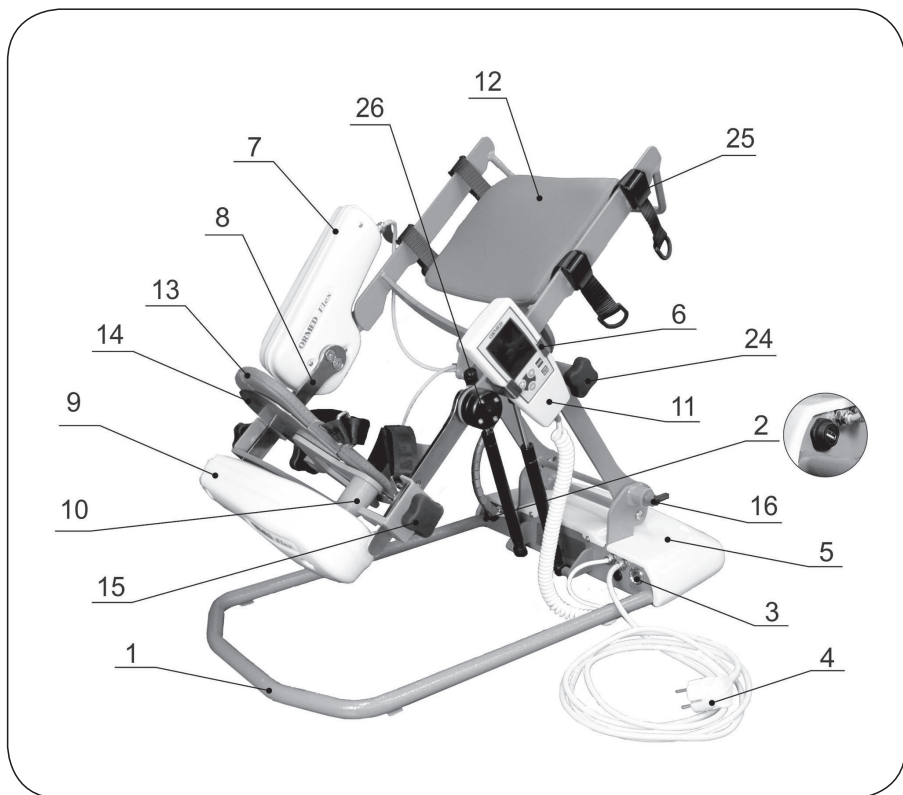

Рисунок 2.1 – Основные функциональные элементы Аппарата
2.2. Основные функциональные элементы Аппарата (см. рисунок 2.1): 1. Основной блок разработки суставов F02. 2. Порт USB. 3. Выключатель «Сеть» (сеть). 4. Сетевой кабель. 5. Крышка блока электроники. 6. Держатель пульта управления 7. Мотор А (ось вращения подошвенного сгибания/ тыльного сгибания). 8. Направляющая узла пронации/супинации (далее - узел П/С). 9. Мотор В (ось вращения пронации / супинации). 10. Узел пронации/супинации. 11. Ручной пульт управления. 12. Лоток для голени. 13. Лоток для стопы. 14. Опора стопы. 15. Фиксатор настройки сустава под ось вращения. 16. Фиксатор настройки наклона Аппарата. 24. Фиксатор настройки наклона опоры голени. 25. Фиксатор регулировки положения лотка для голени. 26. Лазерный указатель для настройки.